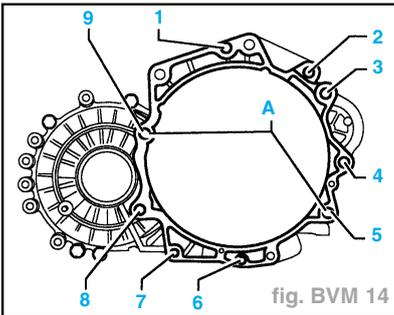

fig. BVM 14
**Boîte de vitesses sur moteur 1,6 I/55 kW (fig. BVM 14)**